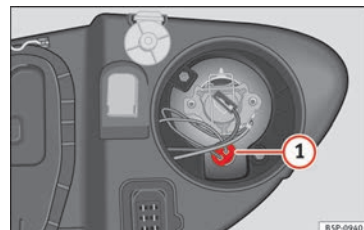

Abb. 183 Standlicht
- Den Lampenträger » **Abb. 183** ① herausnehmen.